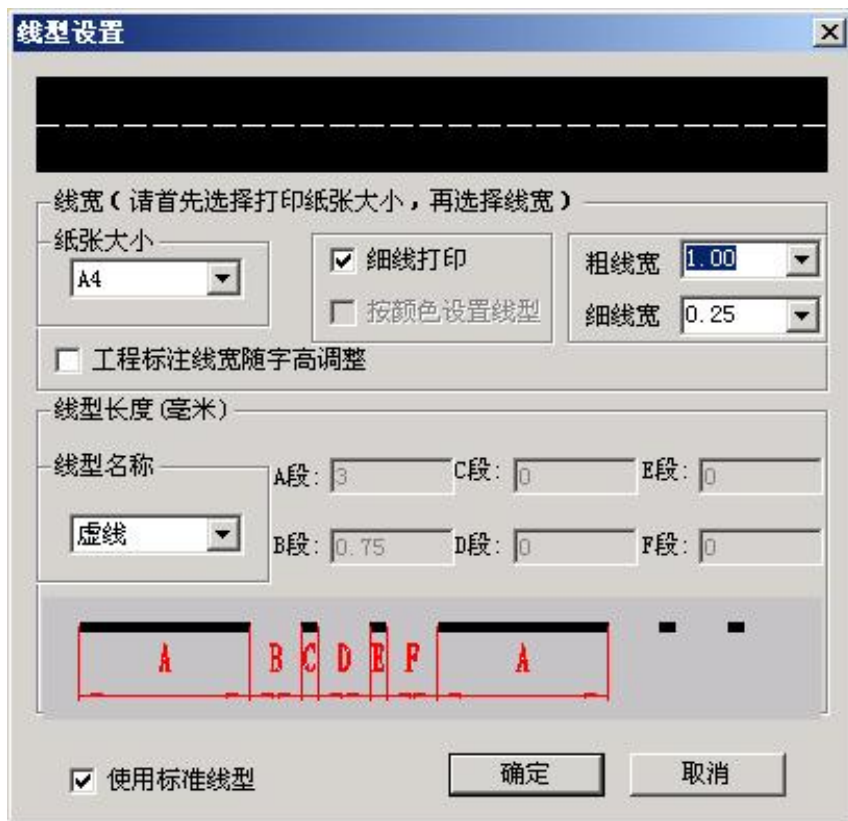

图 14-11 设置线宽对话框
- 线型设置：单击此按钮后系统弹出【线型设置】对话框（见图 14-11），系统允许输入标准线型的输出宽度。在下拉列表框中列出了国标规定的线宽系列值。用户可选取其中任一组，也可在输入框中输入数值。线宽的有效范围为 0.08~2.0mm。